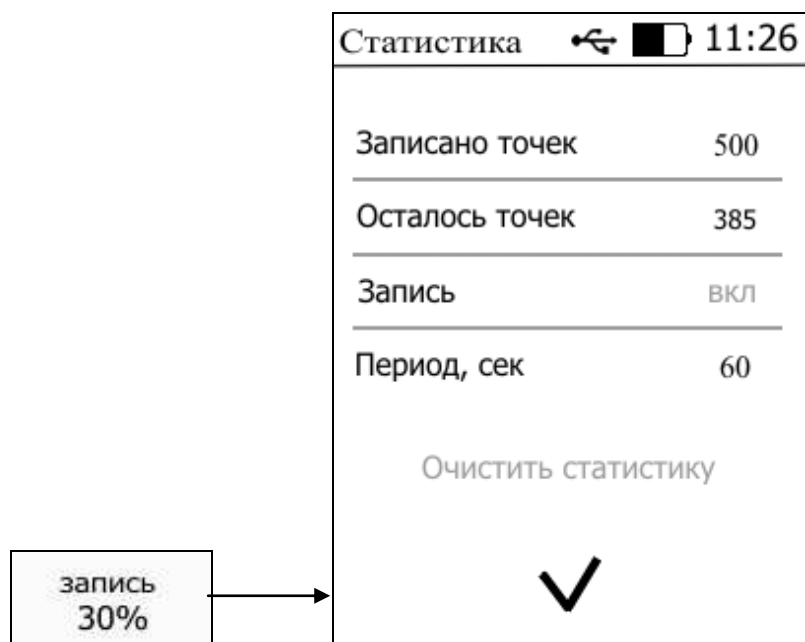

Рисунок 5.5 Меню «Статистика»
4.6 При включении газоанализатора осуществляется самотестирование газоанализатора в течение 5 секунд. При наличии внутренних неисправностей газоанализатор на индикаторе сигнализирует номер неисправности. После успешного тестирования и завершения загрузки на дисплее отображаются поля для отображения измерений и их параметров. Расшифровка неисправностей тестирования и других ошибок в работе газоанализатора отображается в меню выбора порогов, рисунок 5.5.